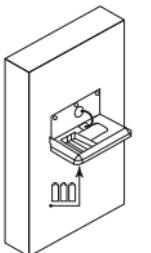

fig. 3/rys. 3/Abb. 3/
10. Вставить в монитор 3 батарейки AAA (не входят в комплект), соблюдая правильную полярность (рис. 3)
- Installer 3 piles AAA dans le moniteur (non fournies) en respectant la polarité (fig. 3).
10. Legen Sie 3 AAA-Batterien in den Monitor ein (nicht im Lieferumfang enthalten) und achten Sie dabei auf die richtige Polarität (Abb. 3).
10. Zainstaluj w monitorze 3 baterie typu AAA (brak w zestawie) pamiętając o prawidłowej polaryzacji (rys. 3)